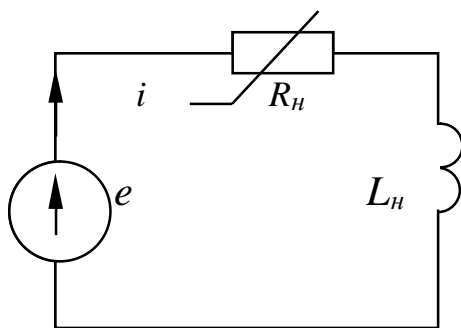
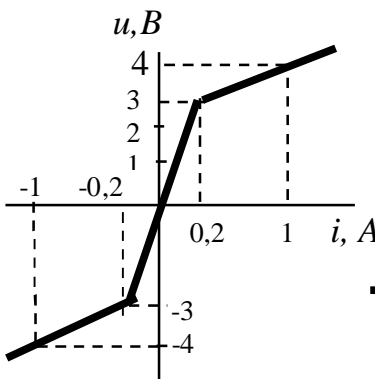
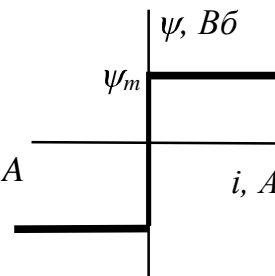

Рис. 15.1
Рис. 15.2
Рис. 15.3
15. К источнику синусоидальной ЭДС $e = E_m \sin 1000t$ (рис. 15.1) присоединены нелинейное активное сопротивление R с вольт-амперной характеристикой, изображенной на рис. 15.2, и нелинейная индуктивность L_H с вебер-амперной характеристикой, изображенной на рис. 15.3, где $\psi_m = 2 \cdot 10^{-3} \text{ Вб}$, (ψ – потокосцепление, i – ток).